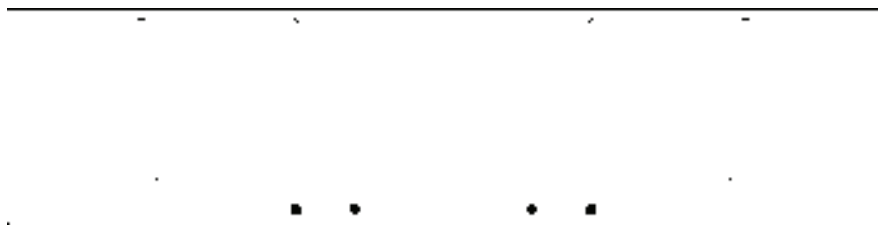

图 15-105 整理图形
2) 整理图形。调用“删除”命令，删除平面图上的图形，结果如图 15-105 所示。